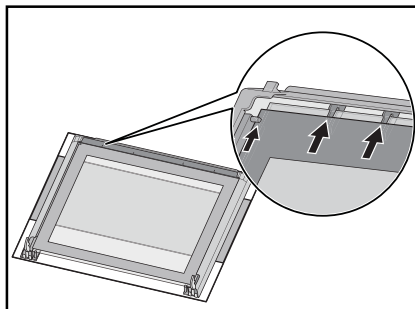

Fig. 9
- a) la vitre centrale avec un motif décoratif sur son périmètre doit être remontée en tournant la sérigraphie vers l'extérieur. La vitre est tournée dans le bon sens si la face à l'extérieur est parfaitement lisse (en passant les doigts dessus, on ne sent aucune partie rugueuse). La vitre centrale doit être insérée dans les logements illustrés sur la Fig. 9.